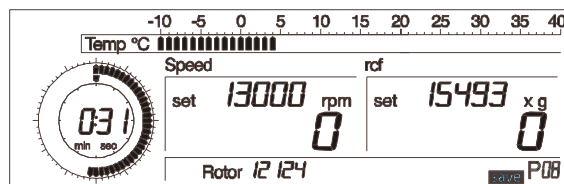

Abb. 5.21: Speichern von Programmen;
- Drehen Sie den linken Drehknopf, bis im Anzeigenfeld "save" erscheint (siehe Abb. 5.21).